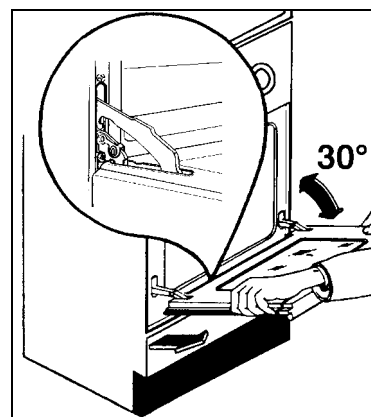

Abb. 9
- Backofentür mit beiden Händen an den Seiten anfassen und bis zu einem Öffnungswinkel von 30° schließen (Abb. 9).